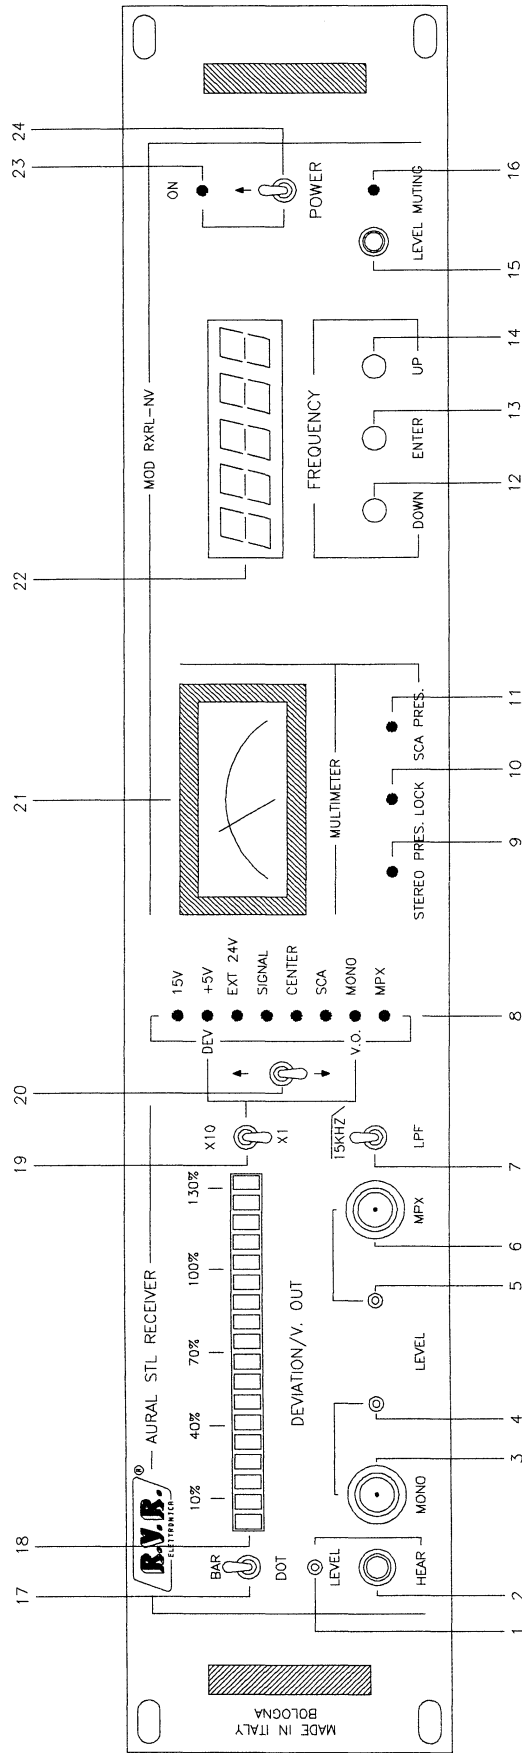

FIG. 1
I parametri di funzionamento del ricevitore sono verificabili tramite il multimetro analogico (21 Fig.1) e il display a barra di led (18 Fig.1) presenti sul pannello frontale. Le misure effettuate con il multimetro analogico sono identificate dall'indicatore a led (8 Fig.1) e selezionabili tramite il relativo comando (20 Fig.1). Tramite il display a barra di led (18 Fig.1) è possibile leggere il picco di deviazione in steps di 5KHz. Il display centrale (22 Fig.1) a cinque cifre indica la frequenza di lavoro selezionabile tramite i comandi Up (14 Fig.1) e Down (12 Fig.1) e memorizzabile con il comando Enter (13 Fig.1). Sono presenti tre led che indicano l'aggancio del VCO (10 Fig.1), la presenza di un segnale stereo (9 Fig.1) e la presenza di un segnale SCA (11 Fig.1) in ricezione (i led 9 e 11 Fig.1 sono funzionanti solo quando è inserito il decoder interno opzionale).
Queste misure vengono selezionate tramite un comando a levetta (20 Fig.1) e indicate dalla dicitura a fianco del led verde acceso (8 Fig.1).
Questa scheda è fissata nella parte destra del pannello frontale. Essa serve per regolare la soglia d'intervento del muting del ricevitore (di default = -83dBm) e visualizza lo stato di muting con il relativo led (16 Fig.1).
DESCRIZIONE DEL PANNELLO FRONTALE (Fig. 1)
- 3) Posizionare l'interruttore di accensione su OFF (24 Fig.1).
- 5) Porre l'interruttore di accensione su ON e controllare l'accensione della spia verde POWER ON (23 Fig.1) e della spia verde relativa alla selezione dei parametri interni nella posizione SIGNAL.
Dopo qualche secondo si accenderà il display centrale (22 Fig.1) che indicherà un numero (es.108.00): tale valore corrisponde all'ultima frequenza impostata.
Per cambiare tale valore agire sui pulsanti UP (14 Fig.1) o DOWN (12 Fig.1) per portare l'apparato sulla nuova frequenza.
Raggiunto il nuovo valore, premere il pulsante ENTER (13 Fig.1) per confermare tale valore.
- 6) Collegare un analizzatore audio alle uscite MONO (3 Fig.6) o MPX (6 Fig.1).
Verificare che lo strumento di misura analogico (21 Fig.1) esegua la lettura di 1 mV.
- 7) Selezionare tramite il selettore (20 Fig.1) la misura CENTER e verificare la centratura del segnale ricevuto.
Porre il deviatore di selezione del fondo della scala dell'indicatore di modulazione (19 Fig.1) su X1.
Collegare l'analizzatore audio all'uscita MONO (3 Fig.1).
Verificare l'accensione della barra di led (18 Fig1) fino al primo led rosso equivalente al 100% di deviazione (equivalente a 75KHz); con il deviatore sulla posizione DOT si avrà l'accensione del solo primo led rosso mentre sulla posizione BAR quella di tutti i led verdi e del primo led rosso.
- 9) Iniettare un segnale di livello -83 dBm e ruotare il trimmer R2 di regolazione del MUTING (15 Fig.1) fino a che si accende il led rosso del Muting (16 Fig.1), l'audio viene disinserito automaticamente e la barra di led della Modmeter si spegne.
- 10) Il regolare funzionamento del led STEREO PRES. (9 Fig.1) può essere verificato solo con la presenza di uno Stereo Decoder opzionale. Mentre per quel che riguarda il led SCA PRES. (11 Fig.1) lo si può verificare solamente all'atto della ricezione di un segnale SCA e con un SCA decoder opzionale.